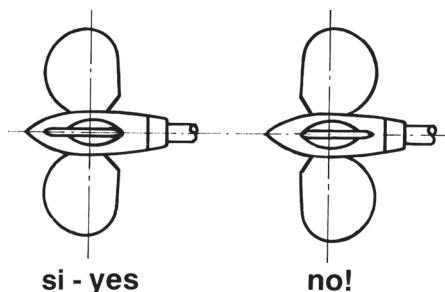

Fig. 5
- D) Orientate le pale nella loro posizione di bandiera (cioè perfettamente allineate con l'asse del corpo dell'elica), facendo attenzione che il loro profilo sia come quello mostrato in Fig.5
Move the blades into the feathered position, making sure that the rounded trailing edges of the blades are aft as shown in Fig. 5
- In posizione di bandiera le pale devono essere perfettamente allineate ed orientate come in Fig. 5
- In the feathered position the blades must be perfectly lined up and set like Fig. 5